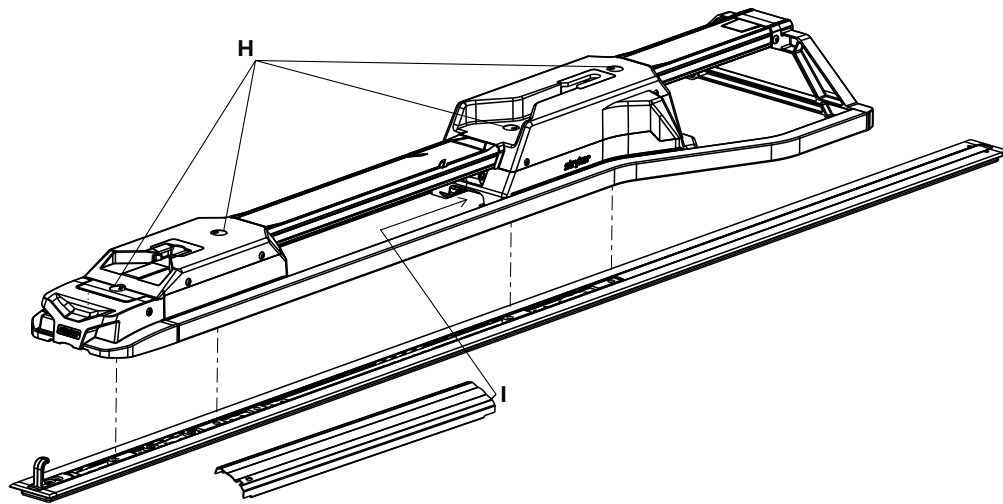

Abbildung 17 – Befestigung anbringen
17. Die drehbaren Kappen (H) eine halbe Umdrehung drehen, um an die Bodenplattenbolzen unter den Kappen zu gelangen (Abbildung 17).
19. Mit einem 3/8"-Sechskantschlüssel die übrigen drei angebrachten Bodenplattenbolzen (H) in die beiden Leisten installieren (Abbildung 17).
23. Die Seite der mittleren Abdeckungsbaugruppe ohne Aussparung (6392-001-011) (I) in die Öffnung am Kopfendegehäuse einführen (Abbildung 17).
- _____ Mit einem Drehmomentschlüssel alle vier angebrachten Bodenplattenbolzen (A) auf 60 ± 10 ft-lb (81 ± 14 Nm) festziehen (Abbildung 17).